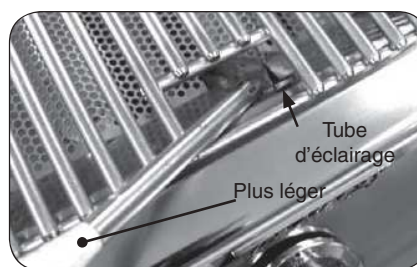

Fig. 14-2 - Éclairage manuel
2. Passez un allumeur brûlant de butane de long-baril ou une allumette brûlante de long-tige dans la grille à cuire s'ouvrant au dessus du tube d'éclairage. (Fig. 14-2). Pour des backburners, tenez la flamme contre le surface du backburner. Pour des sideburners, tenez la flamme contre le brûleur.
4. Si le brûleur ne s'allume pas, enfoncez immédiatement le bouton et tournez la valve à AU LOIN. ATTENDEZ CINQ (5) MINUTES avant de répéter les étapes 2 à 4 des instructions manuelles d'éclairage.